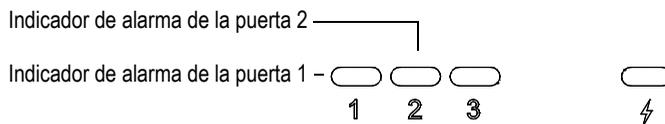

Figura 2-12 Indicadores de alarma de la puerta 1 y de la puerta 2
- Uno o dos indicadores de alarma (LED) se iluminan en el panel frontal del EPOCH 600 (véase la Figura 2-12 en la página 43).